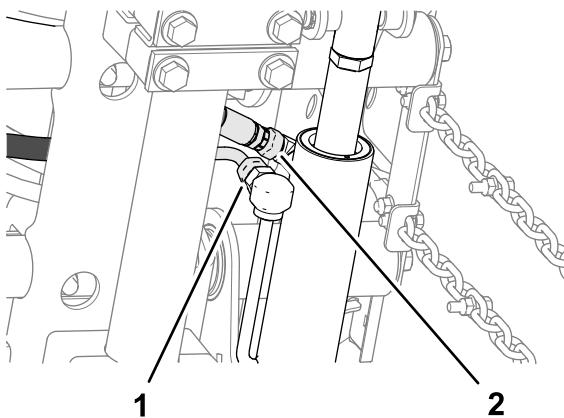

Figure 14
- Alignez une entretoise entre la plaque porteuse et la plaque de montage (Figure 14) et assemblez les plaques et l'entretoise sans serrer, au moyen d'un boulon de carrosserie ($\frac{3}{8}$ " x 1 1/4") et d'un contre-écrou à embase ($\frac{3}{8}").$